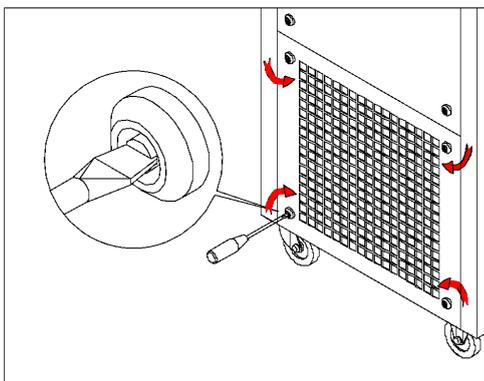

Figura 1-3
5. Abra los paneles traseros (Figura 1-3). Asegúrese de que ningún componente se haya aflojado durante del transporte, como el motor, la correa del motor, el compresor, etc.